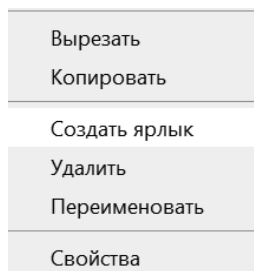

Рисунок 2.3 – Контекстное меню для работы с файлами (фрагмент)
- в появившемся контекстном меню (см. рисунок 2.3) выберите команду «Создать ярлык». В рабочей папке ПК появится ярлык для запуска программы;
- переименуйте ярлык используя команду «Переименовать» (см. рисунок 2.3) и переместите его в удобное для Вас место, например, на Рабочий стол Windows используя команды «Вырезать» («Копировать») и «Вставить».